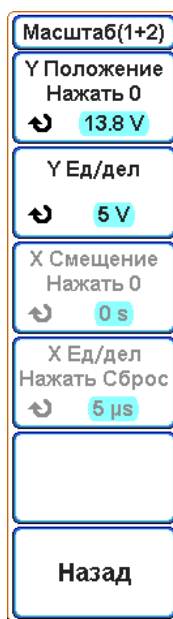

Рисунок 6.12 – Экранное меню «Масштаб (1+2)»
– нажать экранную кнопку «Масштаб», если необходимо выбрать масштаб результата математической операции по вертикали или горизонтали. При этом откроется подменю «Масштаб» (рисунок 6.12);
– Нажать экранную кнопку «Масштаб» в меню «Математика», чтобы перейти в подменю «Масштаб» (рисунок 6.12);